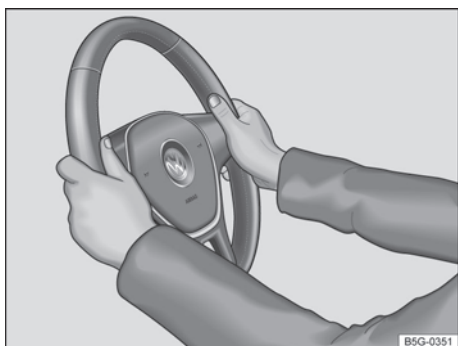

Fig. 76 No volante: posição das 9 e 3h.
- Ajustar o volante de forma que possa ser segurado lateralmente com ambas as mãos, com os braços ligeiramente arqueados, na borda externa, na *posição das 9 e 3h* → Fig. 76.
- Durante a condução, segurar sempre o volante com ambas as mãos lateralmente na borda externa na *posição das 9 e 3h* → Fig. 76 para reduzir ferimentos causados pelo acionamento do airbag frontal do condutor.